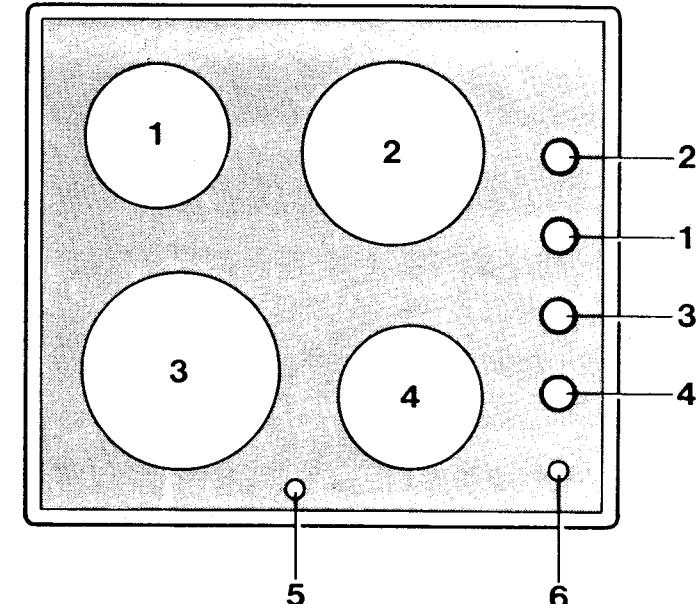

Fig. 1
The equipment has 4 cooking areas of different diameters and powers. The positions are clearly indicated on the hob by circles; the diameters are indicated in fig. 1. Heating only occurs within the diameters marked on the hob.
For good efficiency and adequate energy consumption, it is essential to only use pans suitable for electric cooking: the bottoms must be very thick and perfectly flat (check with a straightedge) (fig. 7). The bottom diameter of the pans must at least equal the diameter of the circle marked on the hob on which they rest: if the diameter is smaller, there will be a waste of energy; it is much better that the diameter be larger. The bottom of the pan must also be clean and dry, as must the cooking hob. These indications are very important; if neglected, there will be a great waste of heat and, consequently, of energy. Furthermore, heat not absorbed by the pans will spread through the hob, through the frame and to the cabinet. This cooking hob is equipped with two warning lights, one at the front on the right side (pos. 6 fig. 1) which switches on when one or more cooking areas are powered. It switches off when the knob pointers are set to position (0).
The second warning light is at the front between the two cooking areas (pos. 5 fig. 1) and switches on when one or more heating areas exceed the temperature of approx. 60°C. This device shows whether one or more heating areas are still at a temperature of over 60°C after the hob has been used and when all the plates are off.
L'appareil est équipé de 4 zones de cuisson de diamètre et puissance différents. Les positions sont indiquées clairement par des cercles sur la table; les diamètres sont indiqués sur la fig. 1. Le réchauffement se produit uniquement dans les diamètres tracés sur la table.
Pour avoir un bon rendement et une consommation en énergie proportionnée, il est indispensable d'utiliser exclusivement des casseroles et des poêles appropriées à la cuisson électrique: le fond doit être très épais et parfaitement plat (contrôler à l'aide d'une règle) (fig. 7). Le diamètre du fond des récipients doit être au moins égal au diamètre du cercle marqué sur la table où il appuie: s'il est inférieur il y aura gaspillage d'énergie, mieux vaut qu'il soit plus grand. Le fond des casseroles et la table de cuisson doivent être propres et secs. Ces normes sont importantes. Si elles sont négligées, on aura une grande déperdition de chaleur et donc d'énergie; la chaleur qui n'est pas absorbée par les casseroles se propage sur la table, sur le cadre et même sur le meuble. Cette table de cuisson est dotée de deux témoins: un placé sur le devant côté droit (pos. 6 fig. 1) qui s'allume lorsque une ou plusieurs zones de cuisson sont sous tension et qui s'éteint dès que tous les index des boutons sont sur la position (0).
Le second témoin placé sur le devant, entre les deux zones de cuisson (pos. 5 fig. 1), s'allume lorsque une ou plusieurs plaques dépassent la température de 60°C environ. Ce dispositif permet de savoir, après utilisation de la table et quand toutes les plaques sont éteintes, si la température d'une ou plusieurs zones de chauffage dépasse 60°C.
Das Gerät verfügt über 4 Kochzonen unterschiedlicher Leistung und unterschiedlichen Durchmessers. Die Positionen sind auf dem Kochfeld eindeutig durch Kreise festgelegt. Die Durchmesser der Kochzonen sind Abb. 1 zu entnehmen. Das Kochfeld wird nur innerhalb der auf ihm gekennzeichneten Kreise erhitzt. Um einen guten Wirkungsgrad zu erhalten und einen angemessenen Energieverbrauch zu erreichen, dürfen nur Kessel und Töpfe verwendet werden, die für Elektroöfen geeignet sind. Der Boden muß extra-stark und perfekt plan gearbeitet sein (das kann mit einem Regal geprüft werden) (Abb. 7). Der Bodendurchmesser des Kessels muß wenigstens so groß sein wie der Durchmesser der Kochzone, für den er verwendet werden soll. Wenn er nämlich kleiner ist, wird unnötige Energie verbraucht. Noch besser, wenn er leicht größer ist. Der Kesselboden muß außerdem sauber und trocken sein, wie auch das Kochfeld. Diese Punkte sind unbedingt zu beachten, das sonst viel Hitze und damit Energie verschwendet wird. Die Hitze, die nämlich nicht vom Kochtopf aufgenommen wird, wird dann vom restlichen Kochfeld, dem Geräterahmen und dem Einbaumöbel aufgenommen.
Dieses Kochfeld ist mit zwei Kontrolleuchten ausgestattet. Eine ist vorne auf der rechten Seite angebracht (Pos. 6, Abb. 1) und leuchtet auf, wenn eine oder mehrere Kochzonen eingeschaltet sind, und verlischt, wenn alle Drehschalter auf Null (0) stehen.
Die zweite Kontrolleuchte ist vorn zwischen den beiden Kochzonen angebracht (Pos. 5, Abb. 1) und leuchtet auf, wenn eine oder mehrere Kochzonen eine Temperatur von etwa 60°C erreicht haben. Diese Anzeige dient somit dafür, zu wissen, ob nach Benutzung des Kochfelds und mit allen Kochzonen ausgeschaltet in einer oder mehreren Heizzonen noch eine Temperatur über 60°C vorhanden ist.
L'apparecchio è dotato di 4 zone di cottura, di diametro e potenza diversa. Le posizioni sono chiaramente indicate sul piano da cerchi; i diametri sono indicati nella fig. 1. Il riscaldamento avviene solo entro i diametri tracciati sul piano. Per avere un buon rendimento ed un consumo d'energia adeguato è indispensabile usare solo ed esclusivamente pentole e tegami adatti alla cottura elettrica: il fondo deve essere molto spesso e perfettamente piano (basta controllare con una riga) (fig. 7). Il diametro del fondo dei recipienti deve essere come minimo uguale al diametro del cerchio segnato sul piano dove appoggia: se è minore si avrà uno spreco di energia utile, molto meglio se è più grande.
Questo piano di cottura è dotato di due lampade spia, una posta anteriormente sul lato destro (pos. 6 fig. 1) che si accende quando una o più zone di cottura sono sotto tensione, si spegne quando tutti gli indici delle manopole sono sulla posizione (0).
La seconda lampada spia posta anteriormente tra le due zone di cottura (pos. 5 fig. 1) si accende quando una o più zone di riscaldamento superano la temperatura di circa 60°C. Questo dispositivo permette di sapere, dopo l'utilizzo del piano e con tutte le piastre spente, se in una o più zone di riscaldamento c'è ancora una temperatura superiore ai 60°C.